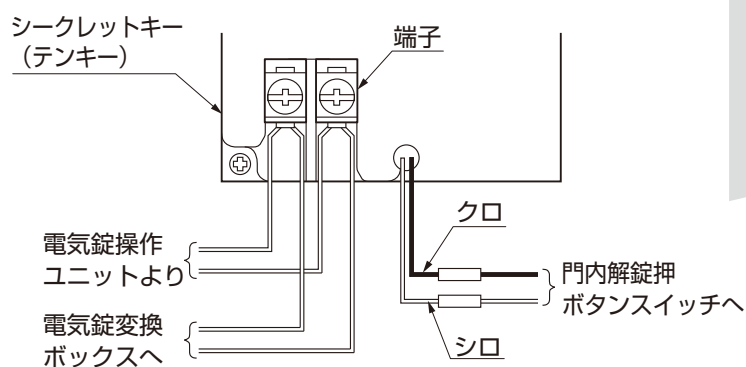

図3-8
⑤電気錠操作ユニットからの配線と、電気錠変換ボックスへの配線を端子に結線してください。(図3-8参照)
⑥門内解錠押ボタンスイッチを使用する場合は、口出し線 (シロ、クロ) に門内解錠押ボタン用の配線を結線してください。(図3-8参照)